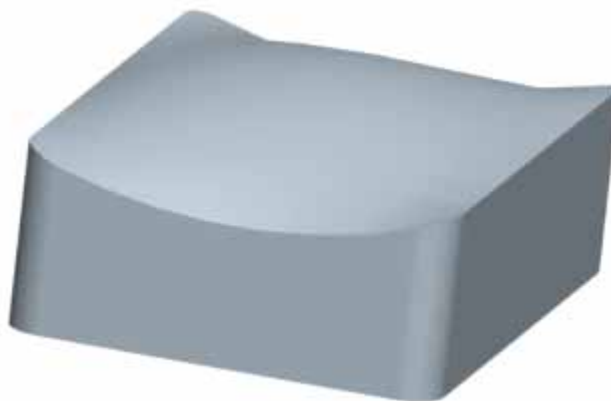

图 52-12
- (11) 单击 ，单击消息输入窗口中的【否】按钮，不再绘制混合剖面，完成特征的建立如图 52-12 所示。